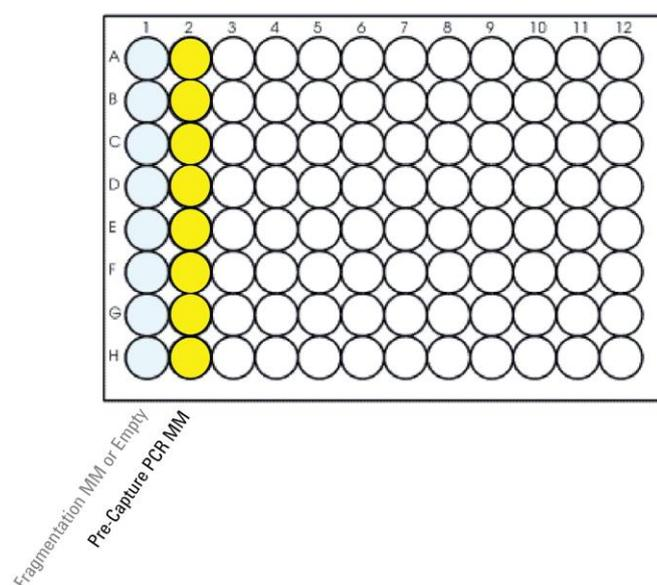

図 6 Pre-CapPCR_XT_HS2_ILM 用 Eppendorf twin.tec マスターミックスソースプレートの配置
2. EnzFrag_XT_HS2_ILM protocol で使用した Eppendorf twin.tec master mix source プレートと同じプレートに、表 43 に示された量の PCR master mix をカラム 2 の全てのウェルに加ええます。新しいプレートを用意する場合でも、カラム 2 の全てのウェルに分注します。マスターミックスソースプレートの最終的な配置は図 6 を参照ください。